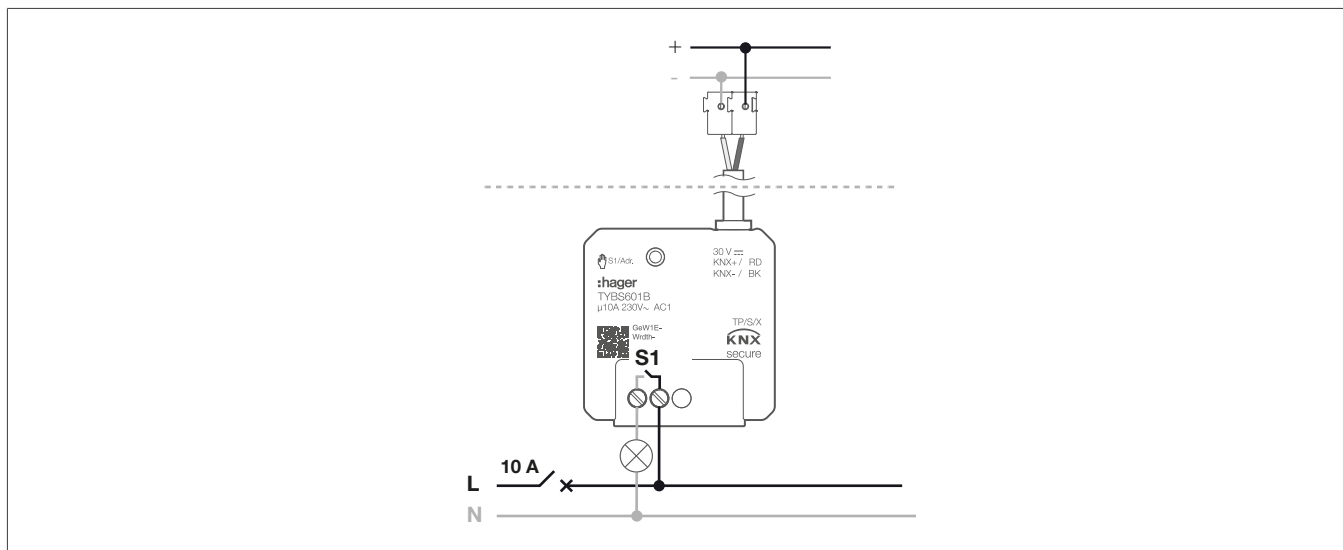

Fig. 3: Schema di collegamento TYBS601B
- Collegare il dispositivo secondo lo schema di collegamento (Fig. 3).